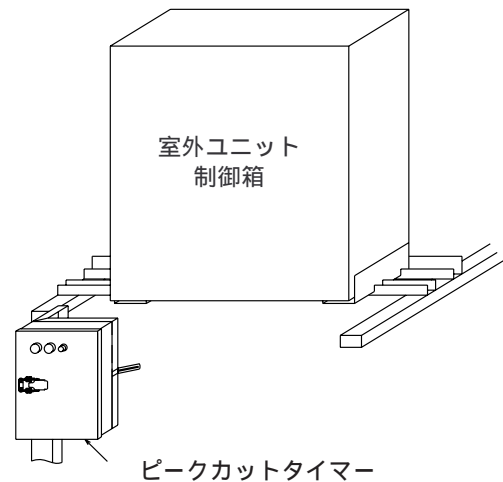

図2．ピークカットタイマー組込図 (ICE Yc)
- (4) ピークカットタイマー本体 を、取付板 に、取付ネジ （3本）を使って図2の様に取付けてください。尚、取付板の取付ネジ穴（3ヶ所）のうち、上側のネジ穴（2ヶ所）に予め取付ネジ （2本）を途中までねじ込んでからピークカットタイマーを取付けると作業が容易になります。